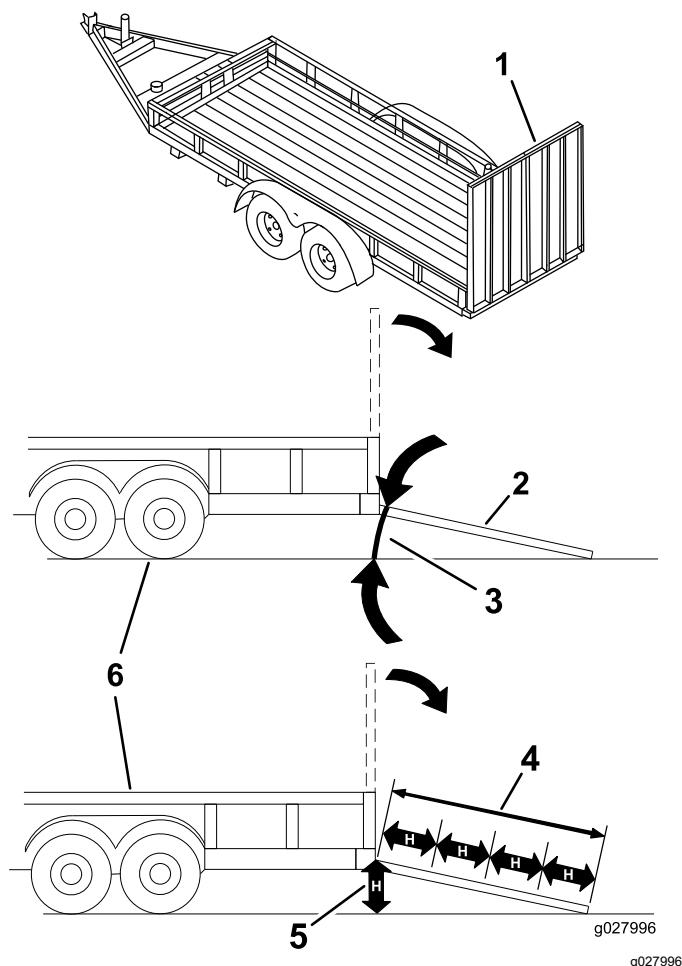

Figure 43
Le chargement de la machine sur une remorque ou un camion augmente le risque de basculement, et donc de blessures graves ou mortelles (Figure 43).
3. Abaissez la rampe pour que l'angle avec le sol ne dépasse pas 15 degrés (Figure 43).
1. Abaissez la rampe pour que l'angle avec le sol ne dépasse pas 15 degrés (Figure 43).